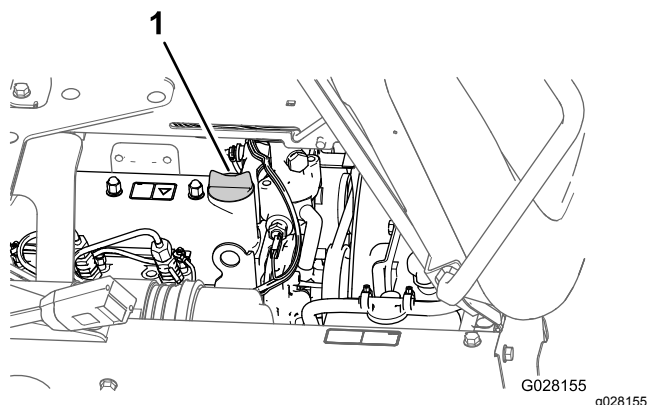

Figura 71
3. Si el nivel de aceite es bajo, retire el tapón de llenado de la tapa de válvulas y vierta aceite por el cuello de llenado hasta que el aceite llegue a la marca Lleno de la varilla (Figura 71).